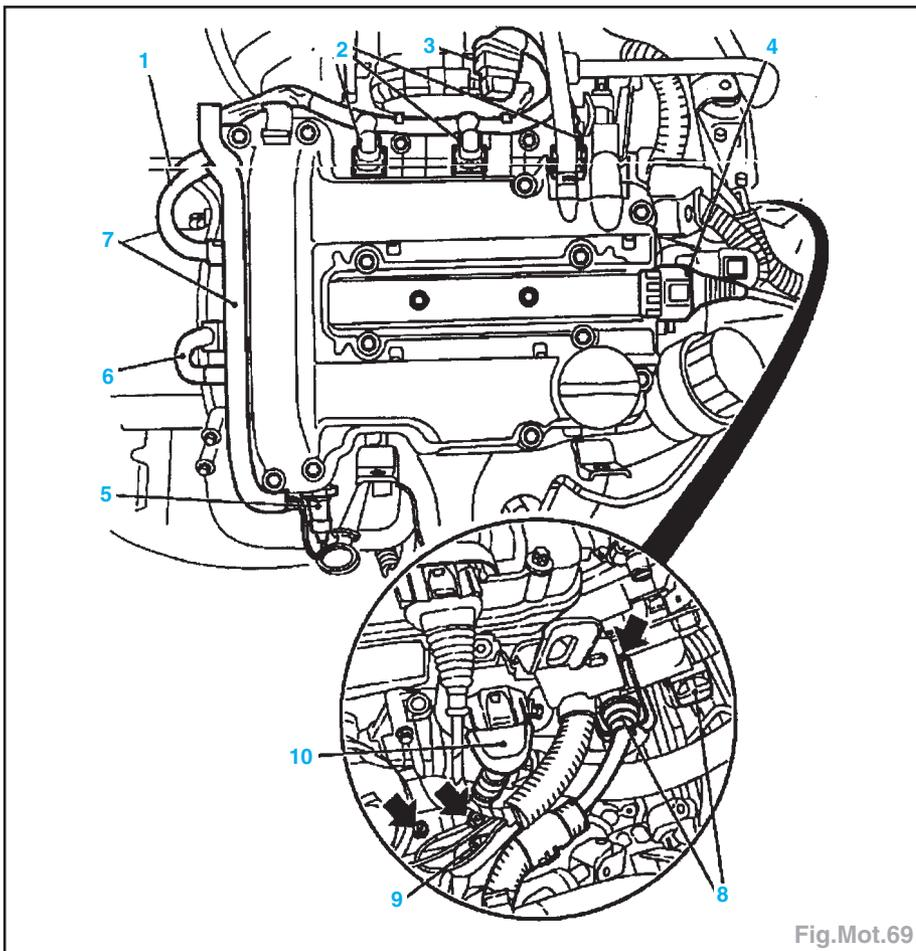

Fig.Mot.69
- Déconnecter la fiche de (Fig.Mot.69) :
- manocontact d'huile (5),
- capteur de température (6),
- capteur d'ACT (1),
- injecteurs (2),
- commande de papillon (3),
- centrale de commande moteur (8),
- prise multiple (9),
- valve de recyclage des gaz (10),
- module d'allumage (4),
- faisceau (7) et le mettre de côté.